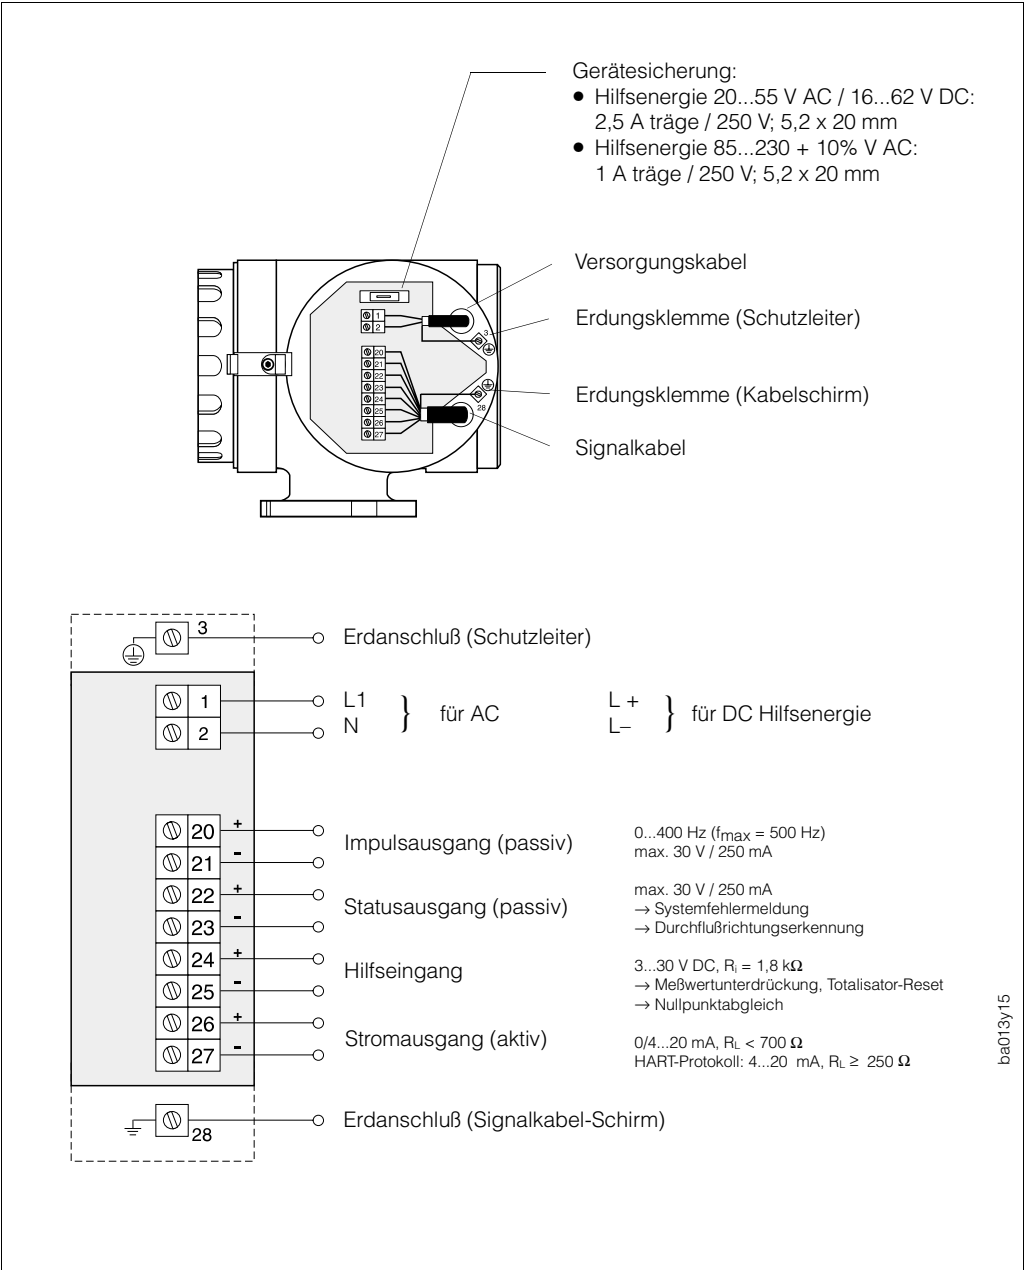

Abb. 13:
④ Verdrahtung gemäß elektrischen Anschlußplänen vornehmen (siehe Anschlußbild im Schraubdeckel oder Abb. 13):